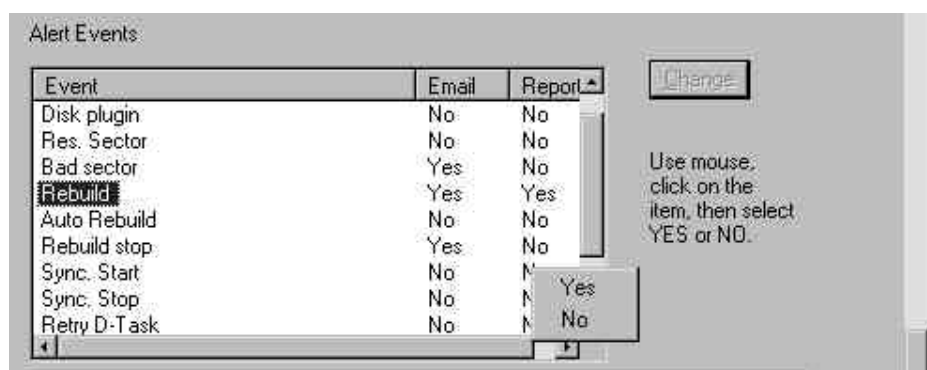

Figure 49 : Ajout / suppression d'événements causant une alerte
- 1) Double-cliquez sur l'icône du Message Agent dont vous désirez modifier la liste des événements. L'écran principal Message Agent apparaît. Cherchez sur l'écran Message Agent une section Information View similaire à celle de la Figure 49.